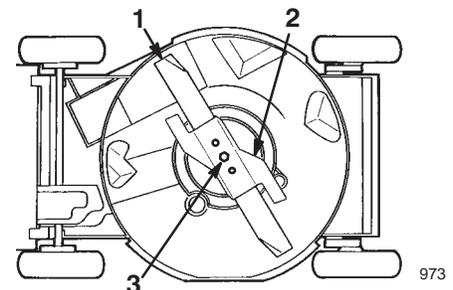

Figure 30
4. Basculez la tondeuse sur le côté *gauche* (filtre à air vers le haut) (Fig. 30).
2. Enlevez le boulon de lame, la rondelle de blocage, l'accélérateur et la lame (Fig. 30).